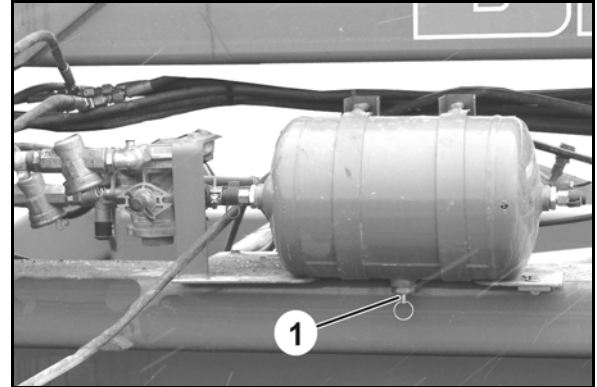

Bild 82
3. Dra i avtappningsventilens ring (Bild 82/1) åt sidan tills det inte kommer ut mer vatten från tryckluftsbehållaren.
Tryckluftsbehållaren (Bild 82/1) får